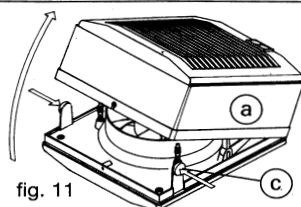

fig. 14
- Fig.14 / Рис.14 Наверните удлинители (n) на шпильки (h) при помощи резьбовых соединителей (p). Установите резиновые фиксаторы (g) на удлиненные шпильки.